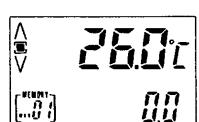

Fig. 5
- ② **◀**キーを押して表示器左下に表示されているメモリーNo.のわきに「MAN」の表示が出るようにします。(Fig.5)